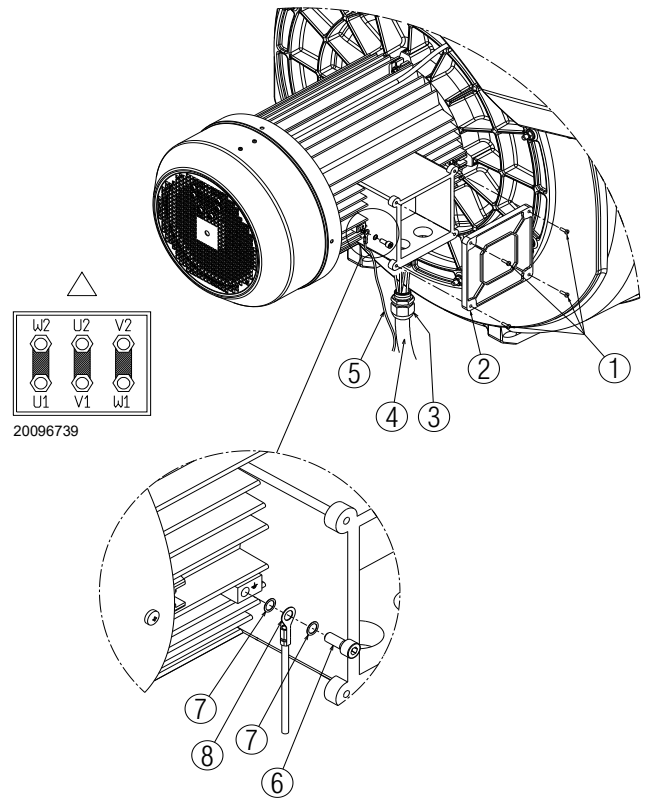

Fig. 30
- para acceder a la caja del motor, desenroscar los cuatro tornillos 1)(Fig. 30) y quitar la tapa 2).
- Realizar un control visual final y cerrar la caja del motor enroscando los 4 tornillos 1)(Fig. 30).